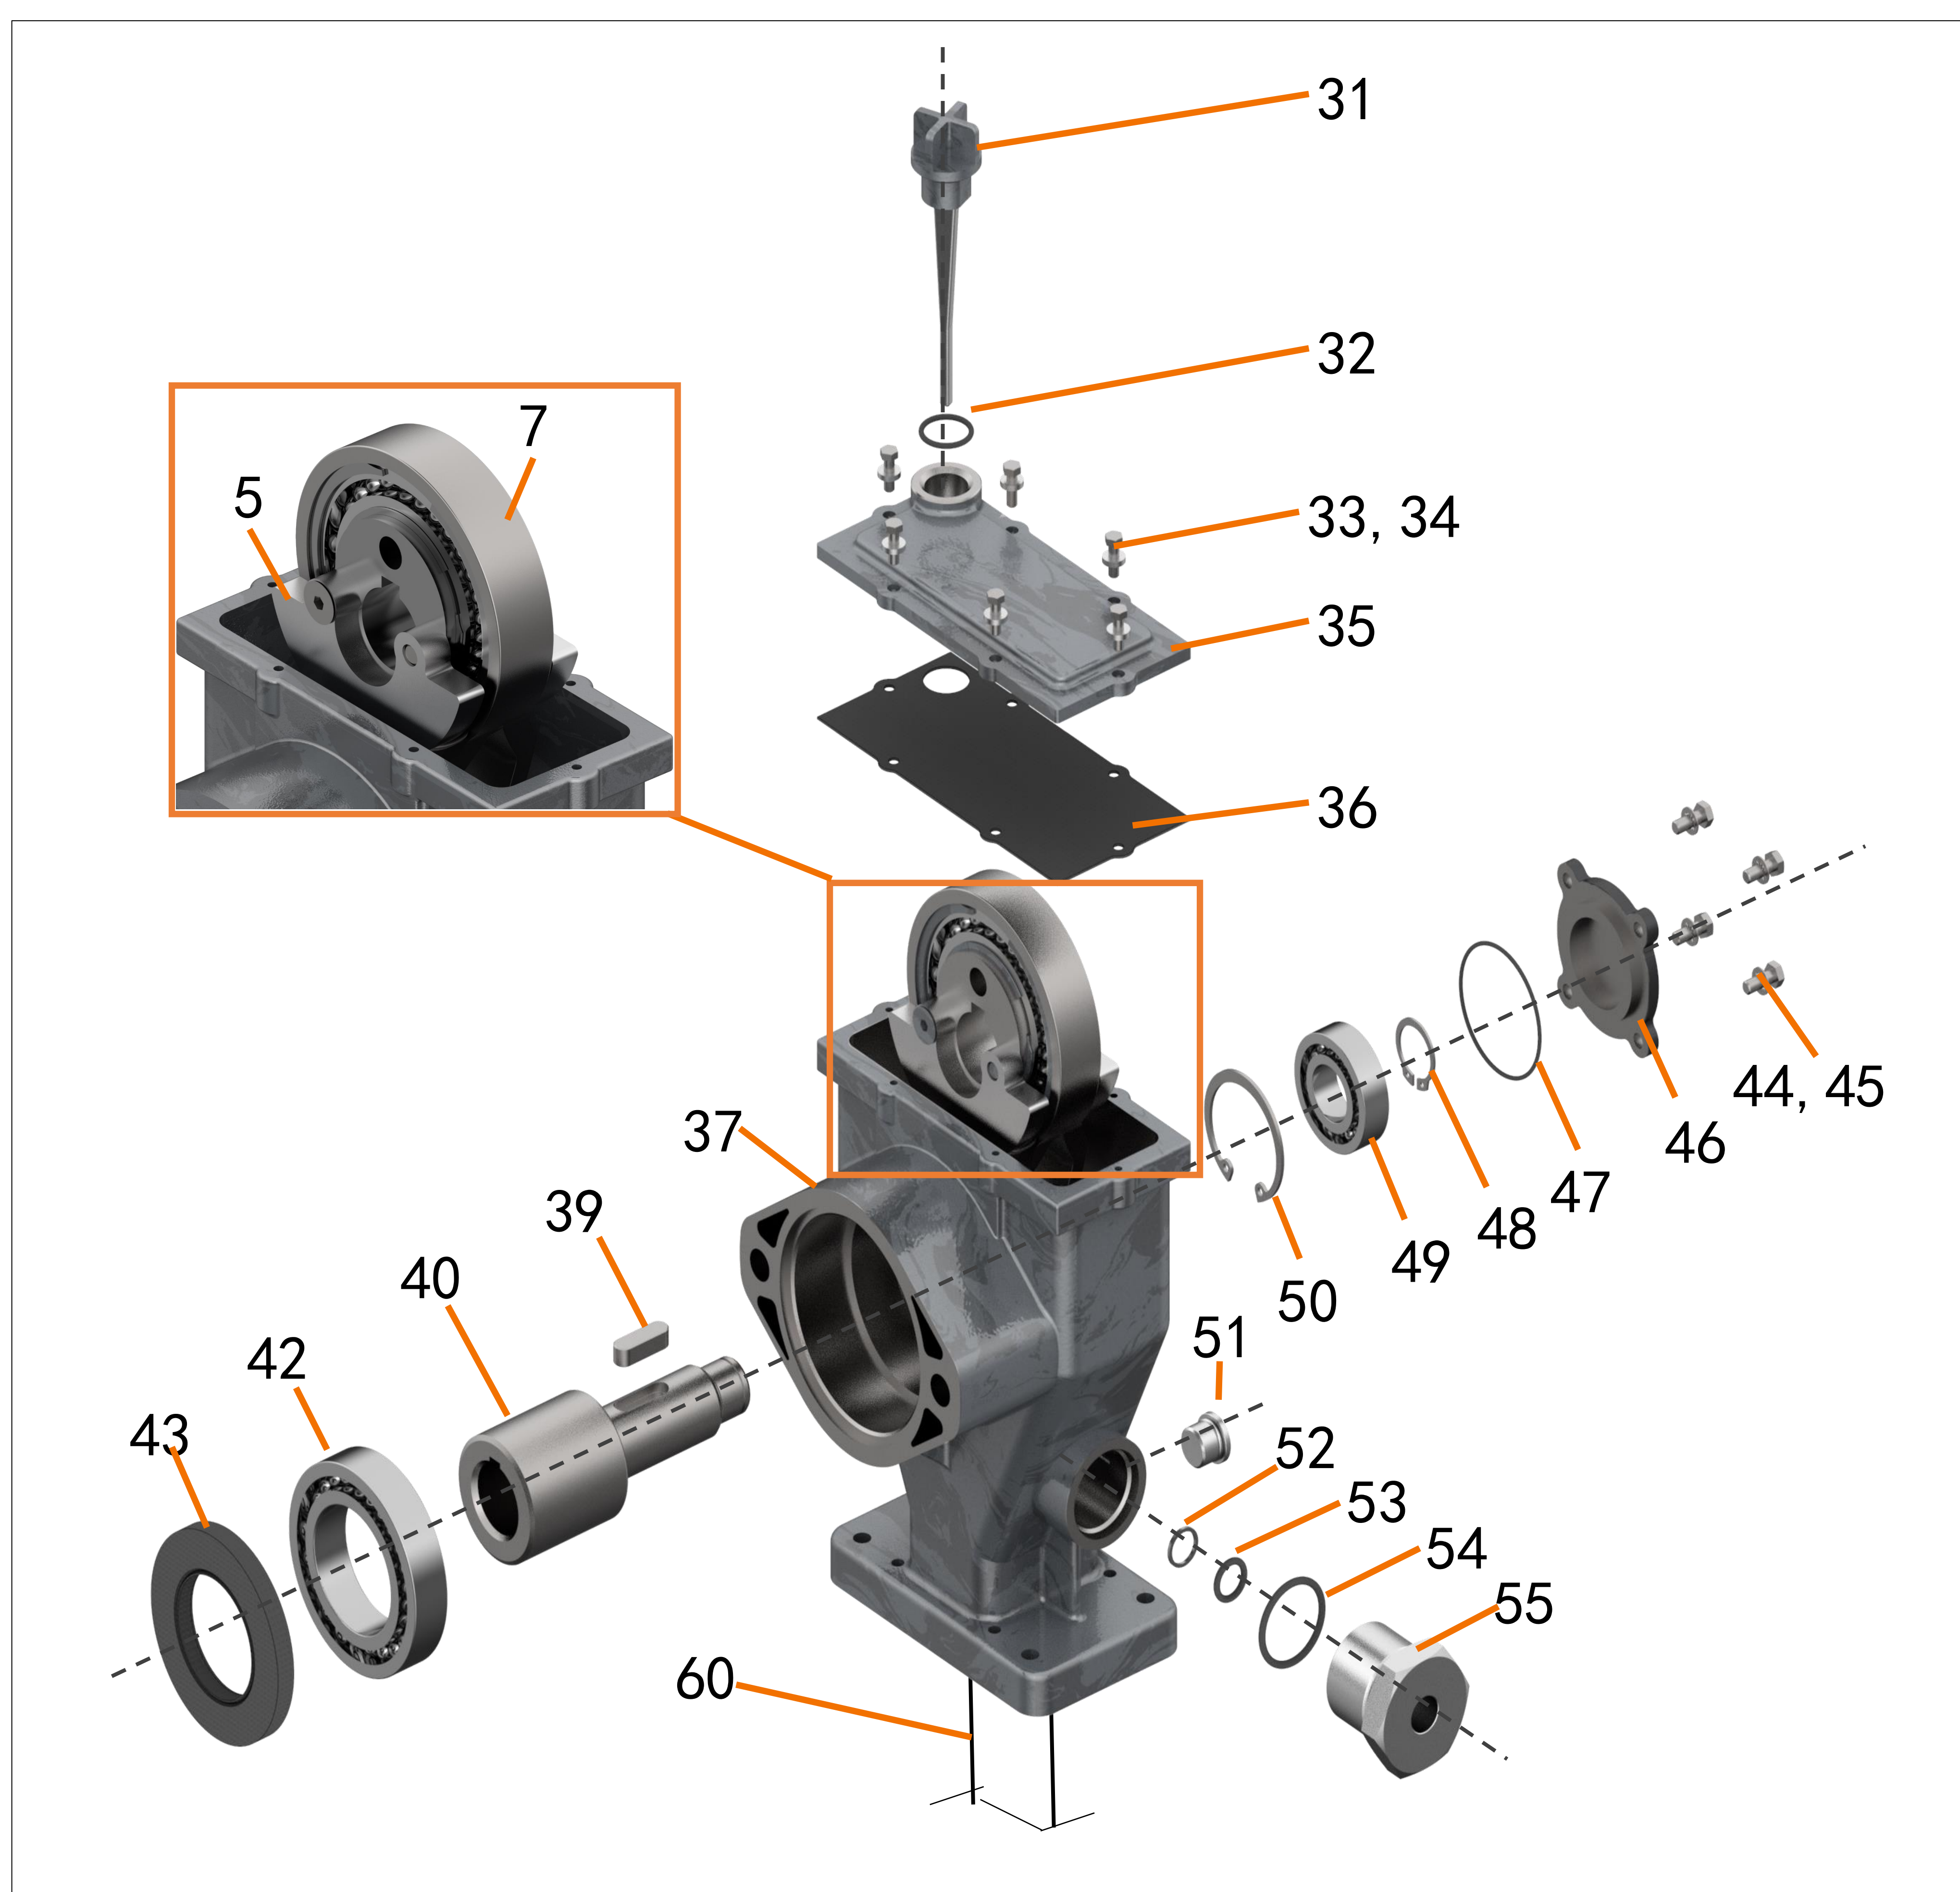

Рис..27.1
72. Установите уплотнительное кольцо (53) внутрь гайки выходного штифта (55).
73. Совместите выходной штифт и вкрутите гайку выходного штифта (55) в корпус насоса (37).
76. Установите щуп уровня масла в картере (31) (→ Рис. 27.1).